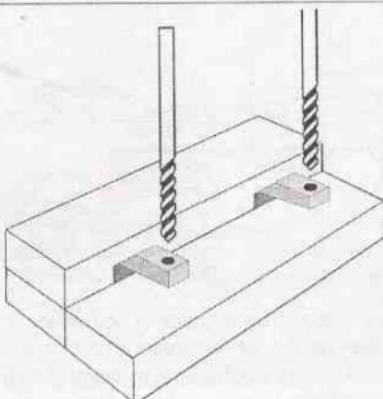

Рис. 19. С одной стороны вставляют дополнительный штифт, соединяют части вместе и, перевернув, размечают отверстия под основные штифты
5. С одной стороны вставляют дополнительный штырек, соединяют части вместе и, перевернув, размечают отверстия под основные штыри (Рис. 19).